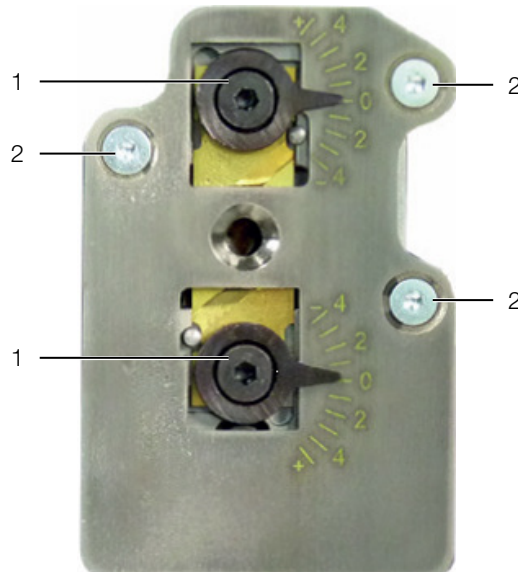

Fig. 25 : unité à dénuder
- Enlever les deux vis excentriques (fig. 25, pos. 1) (clé à six pans creux 2,5 mm).
- Desserrer les vis de fixation (fig. 25, pos. 2) (clé à six pans creux 2,0 mm) et enlever le couvercle.